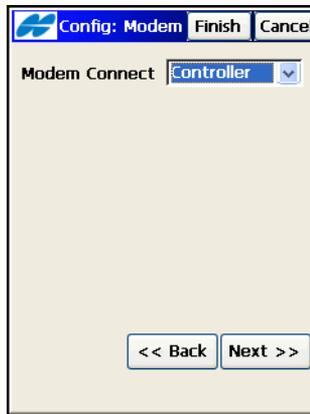

Abbildung 4-36. GPRS-Anschluss
- Wählen Sie im Bildschirm **Optionen Modem** (Abbildung 4-36 auf Seite 4-32) bei einem an den Feldrechner angeschlossenen Modem die Option *Feldrechn.* und bei einem direkt an den Empfänger intern oder extern angeschlossenen Modem die Option *Empfänger*.